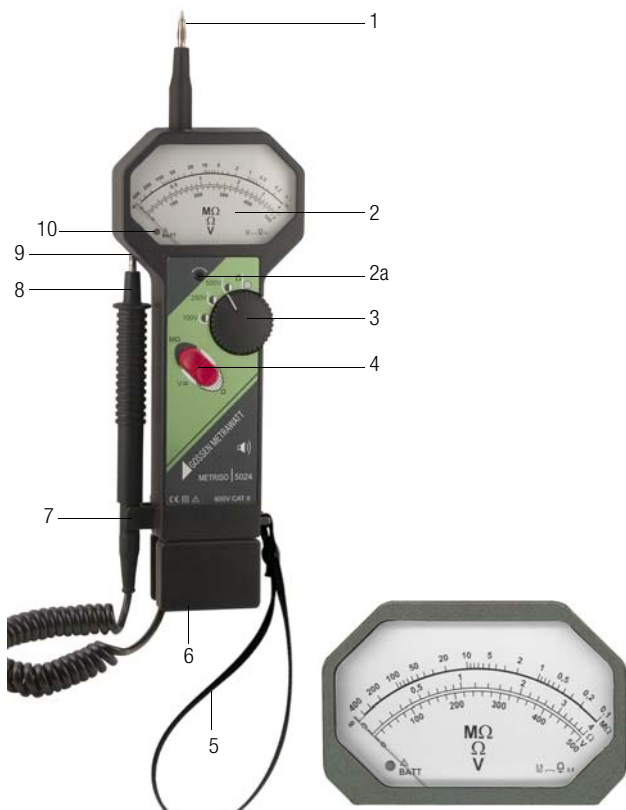

Figure 1 Éléments de commande
Tant par sa construction que par son mode d'utilisation à deux mains (Figure 1), cet appareil convient parfaitement pour un usage quotidien en toute sécurité. La dragonne fixée sur l'appareil vous évitera de le faire tomber.
- le sélecteur de fonctions à bascule (4)
- le sélecteur rotatif (3)
Les valeurs mesurées sont affichées sur trois échelles graduées analogiques (2). La Figure 1 montre les échelles graduées en détail.
les résistances de faible impédance et celle du bas les tensions. Le statut de fonctionnement de l'appareil et le statut des piles sont affichés sur la LED bicolore du cadran (Figure 1).